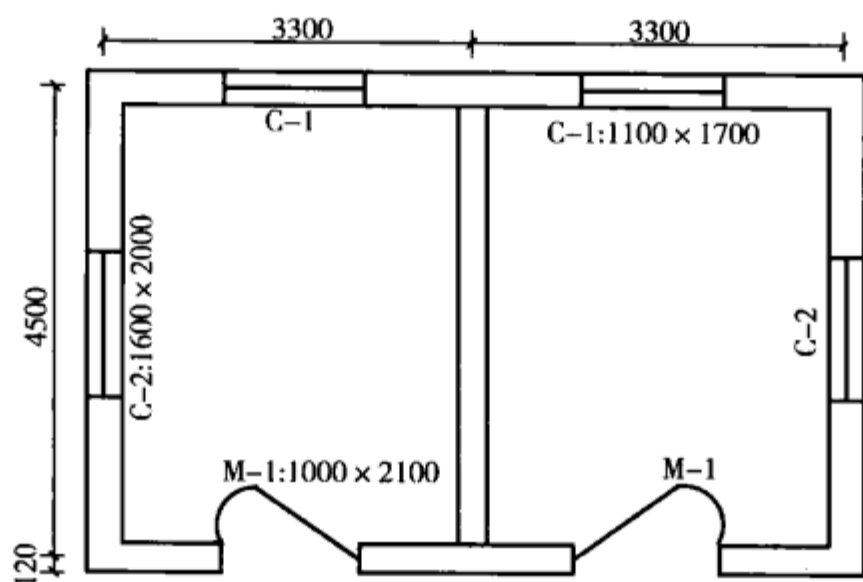

图 5-10 房间平面图
**【例11】** 求如图5-10所示房间内墙裙油漆的工程量。已知墙裙高1.5m,窗台高1.0m,窗洞侧油漆宽90m。
**【解】** (1) 定额工程量